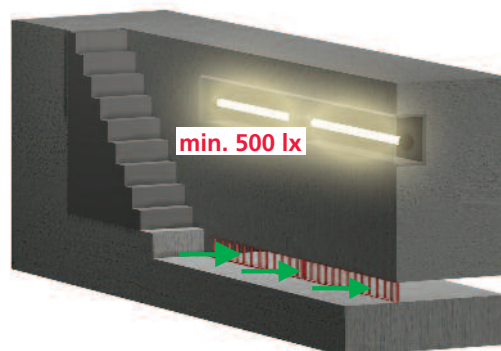

Figura 7
- 19** Le luci elettriche garantiscono un'illuminazione sufficiente all'interno della fossa (500 lx)? (Figura 7)